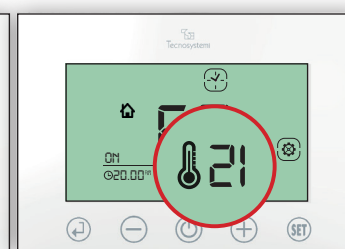

Fig.16
3.4 Impostare la temperature desiderata per la fascia F3 (es. 21 °C) e confermare con (↩). (Fig.16)